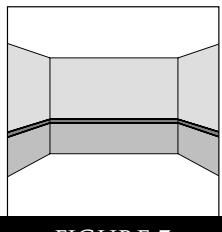
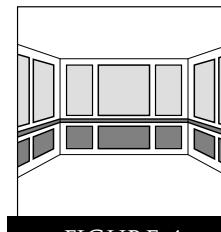
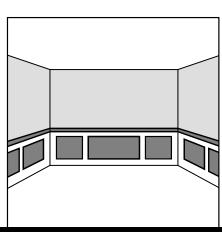

FIGURE 3
FIGURE 4
FIGURE 5
- une cimaise (figure 3) peut se rajouter à des panneaux divisés (figure 4) ou servir de limite à des panneaux couvrant les murs en partie (figures 5 et 6).
- A chair rail (fig. 3) can be added between split panels (fig. 4) or can become the border between bottom-only or top-only paneling (fig. 5 - 6).